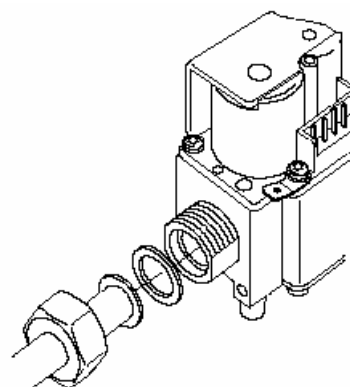

Рис. 4. Соединение с внешней резьбой с гайкой и торцевым уплотнительным кольцом
CE С гайкой $\frac{1}{2}$ " и торцевым уплотнительным кольцом для трубы 14 мм (смотрите рис. 4.)
• С гайкой $\frac{1}{2}$ " и торцевым уплотнительным кольцом для трубы 15 мм (смотрите рис. 4.)
- С гайкой $\frac{3}{4}$ " и торцевым уплотнительным кольцом для трубы 15 мм (смотрите рис. 4.)
- С гайкой $\frac{3}{4}$ " и торцевым уплотнительным кольцом для трубы 18 мм (смотрите рис. 4.)